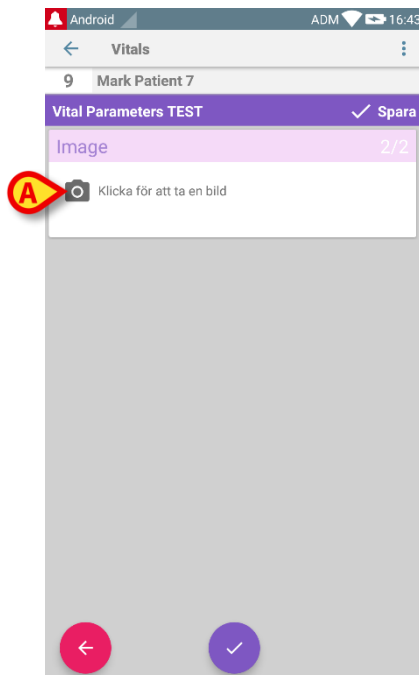

Fig. 63
Följande skärmbild öppnas (Fig. 63).
- Tryck på ikonen i Fig. 63 **A** för att aktivera kameran (Fig. 64).
2. behålla bilden och gå tillbaka till bildackvisionssidan (Fig. 63)
3. kassera bilden och gå tillbaka till bildackvisionssidan (Fig. 63).